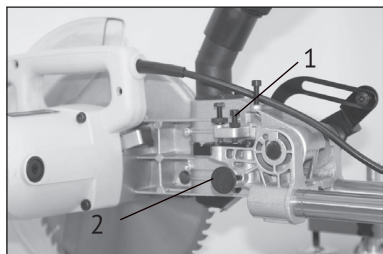

рис.5
-при необходимости, регулировка глубины пропила осуществляется специальным регулировочным болтом (рис.5 поз.2).
-для облегчения транспортировки пилу следует сложить в транспортировочное состояние. Для этого следует полностью опустить режущий блок пилы и зафиксировать его в нижнем положении с помощью стопорной шпильки (рис.5 поз.2). Закрепите поворотное основание с помощью фиксирующей ручки.